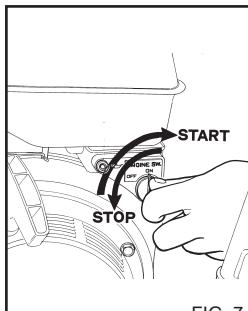

FIG. 7
3) Placera motorns omkopplare på ON (fig. 7).
- a) Placera motorns omkopplare på OFF (fig. 7).